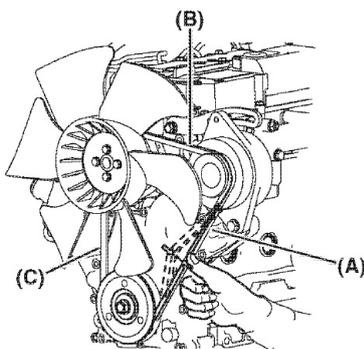

Abb. 45: Lüfterkeilriemen
Schritt 1: Den Keilriemen mit dem Daumen mit einer Kraft von etwa 22 ft-lb (98 NM, 10 kgf/m) eindrücken, um die Durchbiegung zu prüfen (Abb. 45, Pos. A, B und C). Die Spannung kann an der am besten zugänglichen Stelle überprüft werden.